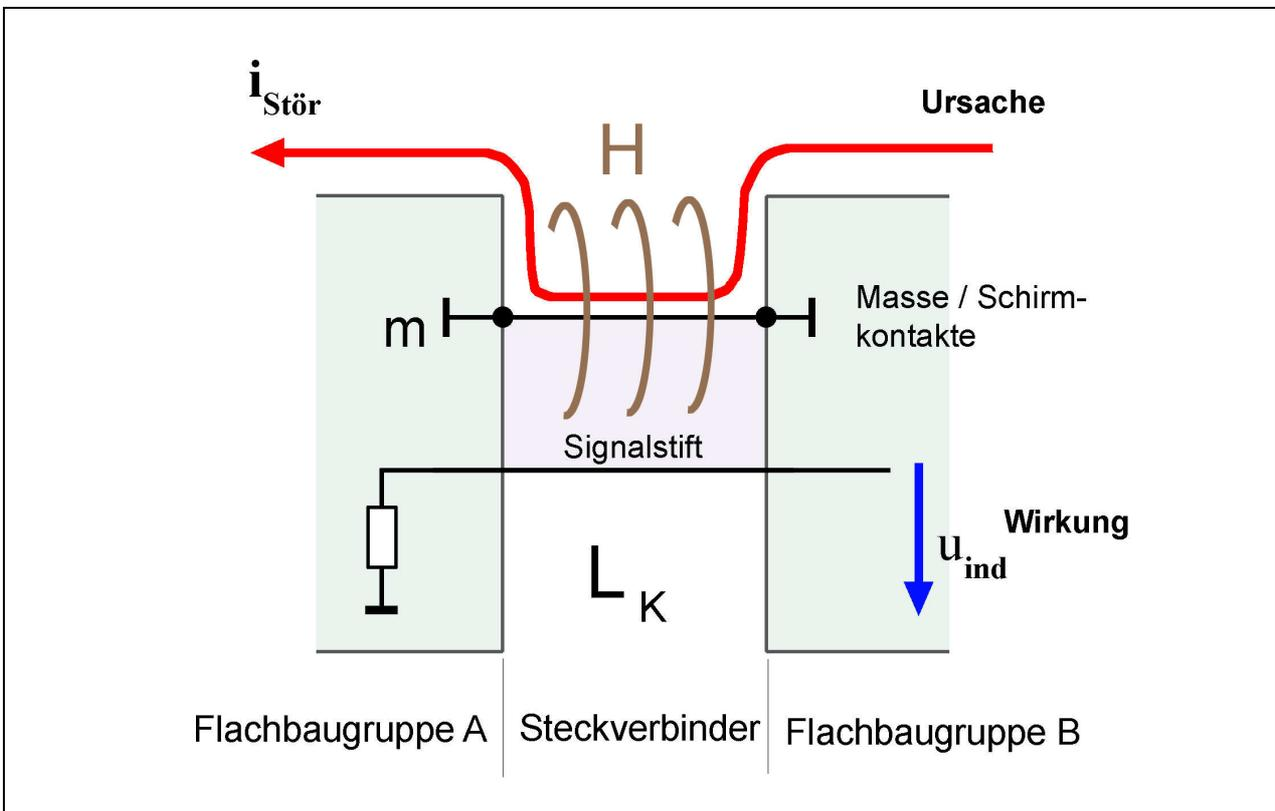

Bild 6 Abstrakte Darstellung der induktiven Verkopplung im Steckverbinder
Die Spannung u_{ind} wird über einen 50 Ohm Leitungsabschluss abgegriffen und an den Eingang des Spektrum Analysators (AV) weitergeleitet. Die induzierte Spannung u_{ind} ist von der geometrischen Struktur der Masse / Schirmkontakte und der Position des Signalstiftes im Steckverbinder abhängig. Die induktive Verkettung (**Bild 6**) L_k ist das Verhältnis vom Strom über die Masse / Schirmkontakte zur induzierten Spannung an den Signalstiften.